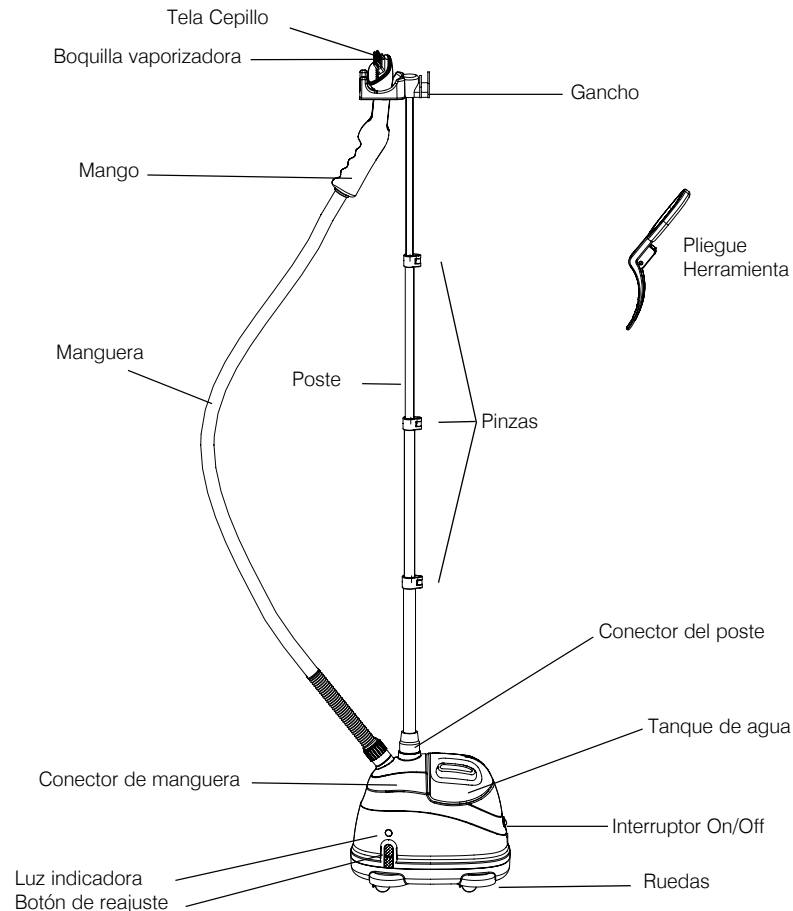

Figure 10
1. Retire con cuidado todo el contenido del embalaje y revise el producto para asegurarse de que ha recibido todas las piezas (Fig. 10).